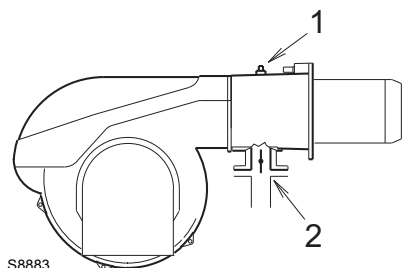

Abb. 39
Gasdruck gemessen an Anschluss 1)(Abb. 39), mit:
Strömungsverlust Gasdrossel 2)(Abb. 39) bei maximaler Öffnung: 90°.
- vom Gasdruck an der Entnahmestelle 1)(Abb. 39) den Druck in der Brennkammer abziehen.
- Gasdruck an der Entnahmestelle 1)(Abb. 39) = 8 mbar
Zur Ermittlung des für den an der Entnahmestelle 1)(Abb. 39) erforderlichen Gasdrucks, nachdem die gewünschte Höchstleistung des Brenners festgelegt wurde:
- Rechts, unter der Spalte 1, den Druck an der Entnahmestelle 1)(Abb. 39) ablesen.
erforderlicher Druck an der Entnahmestelle 1)(Abb. 39).